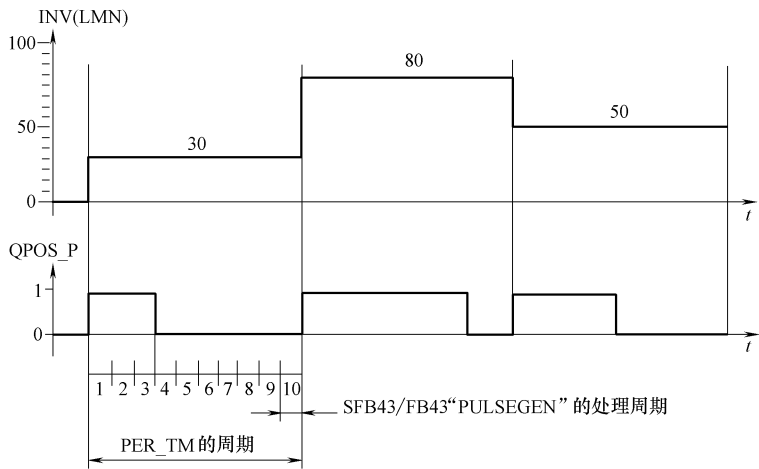

图 8-15 PER_ TM 的周期与 SGB43/FB43 “PULSEGEN” 处理周期的关系
分配给 PER_ TM 的周期与 SFB43/FB43 “PULSEGEN” 的处理周期不完全相同。PER_ TM 周期是输出脉冲的恒定周期,PER_ TM 周期由若干个 SFB43/FB43 “PULSEGEN” 处理周期组成,因此可以将每个 PER_ TM 周期 SFB43/FB43 “PULSEGEN” 调用的次数作为脉宽调制精度的衡量标准。PER_ TM 的周期与 SFB43/FB43 “PULSEGEN” 的处理周期的关系如图 8-15 所示,图中以 QPOS_ P 输出为例。
1) 脉宽调制 (脉冲宽度调制)。在图 8-15 中,假定一个 PER_ TM 周期里调用 10 个
2) 调制精度。在图 8-15 中,在 PER_TM 一个周期里调用“PULSEGEN”的处理次数的比例就是反应控制精度的比例。如在图 8-15 中,一个 PER_TM 周期里调用 10 个“PULSEGEN”的处理周期,那么控制精度为 1:10,换句话说就是输入值 INV 只能映射 10% 为量化单位的 QPOS_P 脉冲输出占空比。